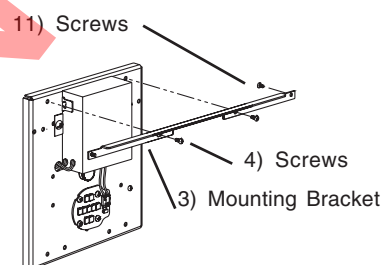

Fig 9
2. Install **Screws (11)** into outer most holes in **Mounting Bracket (3)** **See Fig 9**.
3. Install mounting bracket by inserting **Screw (4)** through hole in bracket and secure to housing. Install second screw through slot in bracket and secure to housing. **See Fig 9**.
2. Coloque los **tornillos (11)** en los orificios externos de la **ménsula de montaje (3)**. Consulte la Fig. 9.
3. Para instalar la ménsula de montaje introduzca los **tornillos (4)** en los orificios de la ménsula y ajústela a la carcasa. Pase el segundo tornillo por la ranura de la ménsula y ajústela a la carcasa.
4. Alinee las ranuras en la parte trasera del **difusor (2)** con los tornillos de la ménsula y sujétela con las **tuerzas**.